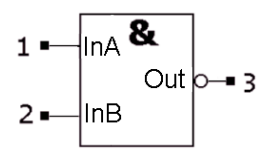

Рис. 9
2. Щелкнуть LB и RB в центре вывода In, выбрать строку Properties и установив поле: Default Pin Name = InB, щелкнуть LB на кнопке OK – рис. 9.